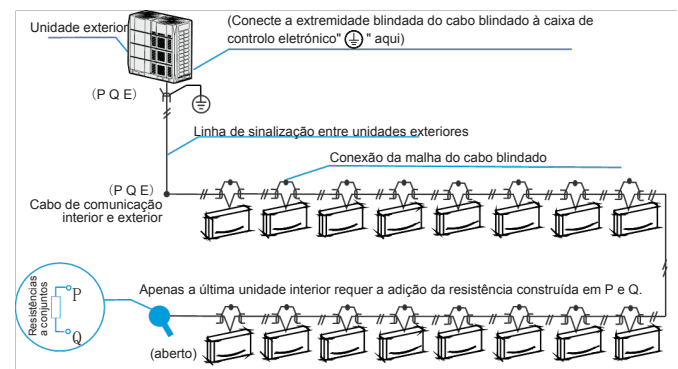

Figura 6.6
- As unidades internas e externas comunicam através da porta serial RS485 (terminais PQE). A comunicação entre as unidades internas e externas deve ser em cadeia desde a unidade externa até a unidade final interna e a blindagem deve ser devidamente aterrada. Uma resistência deve ser adicionada à última unidade interna para melhorar a estabilidade do sistema de comunicação (ver Figura 6.6).